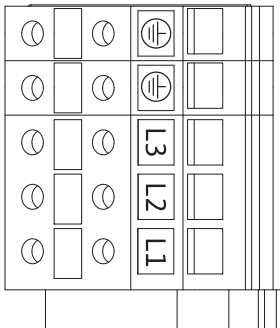

Fig. 20: bornes de alimentación eléctrica
- Bornes de alimentación eléctrica (Fig. 20)